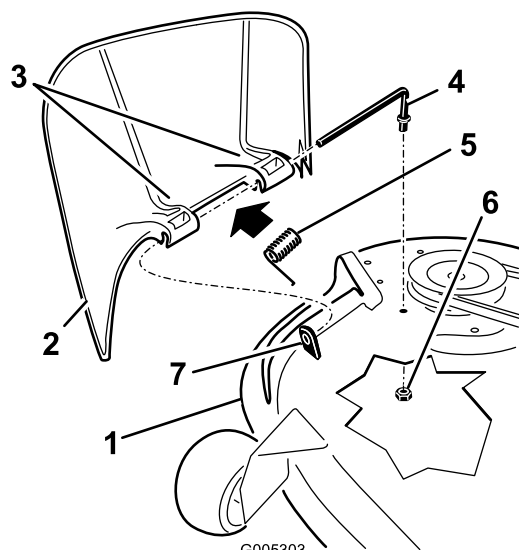

Figura 55
1. Individuate le parti illustrate nella Figura 55.
2. Togliete il dado (da 3/8 poll.) dall'asta sottostante il tosaerba (Figura 55).
3. Estraete l'asta dal distanziatore corto, dalla molla e dal deflettore dell'erba (Figura 55). Togliete il deflettore dell'erba tagliata se è danneggiato o consumato.
4. Riposizionate il deflettore dell'erba (Figura 55).
6. Collocate la molla sull'asta (tenendo abbassati i fili alle estremità), tra le staffe del deflettore di sfalcio. Fate scorrere l'asta attraverso la seconda staffa del deflettore dell'erba (Figura 55).
7. Inserite l'asta dalla parte anteriore del deflettore dello sfalcio, nel piccolo isolatore sul piatto di taglio. Fissate l'estremità posteriore dell'asta nel tosaerba con un dado (3/8 poll.) (Figura 55).